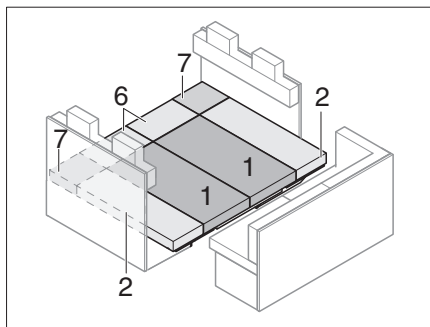

Bild 194 Efter ombyggnaden
- Lägg på sits-, ryggstöds- och extradynorna som visas på Bild 194.